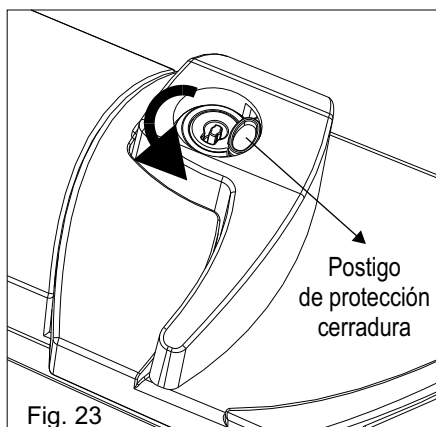

Fig. 23
- 1) Rodear el postigo de protección de la cerradura en sentido anti-horario (fig.23);